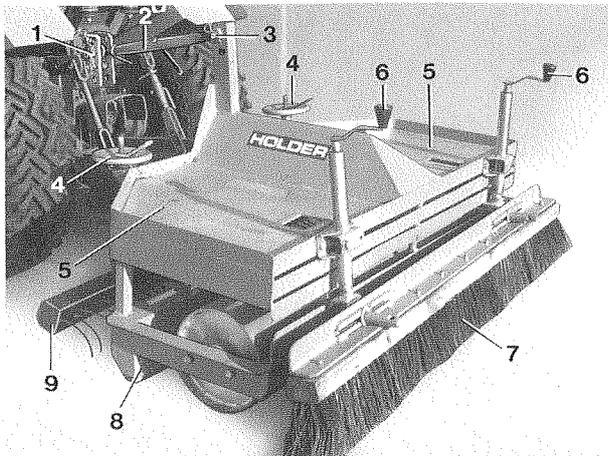

Abb. 53
3. Oberlenker (2 Abb. 53) am Schlepper in die 2. Bohrung von oben und am Gerät in die obere Bohrung abstecken.
5. Schutzgitter (5 Abb. 53) wieder aufsetzen.
Die Egalisierschiene (8 Abb. 53) hat die Aufgabe, das aufgelockerte Tennen-Material zu verteilen bzw. Unebenheiten wieder auszugleichen. Die Einstellung erfolgt über den Oberlenker (2 Abb. 53). Die Walze drückt das aufgelockerte Material wieder an.
Die Tiefeneinstellung von Federzinkenrechen und Rüttelege wird an den Verstellspindeln (4 Abb. 53) vorgenommen.
Mit dem Besen (7 Abb. 53) wird die bearbeitete Fläche wieder leicht abgezogen. Dadurch werden keinerlei Fahrspuren oder Spurrillen von der Walze hinterlassen.
Eingestellt wird der Besen an den Verstellspindeln (6 Abb. 53).